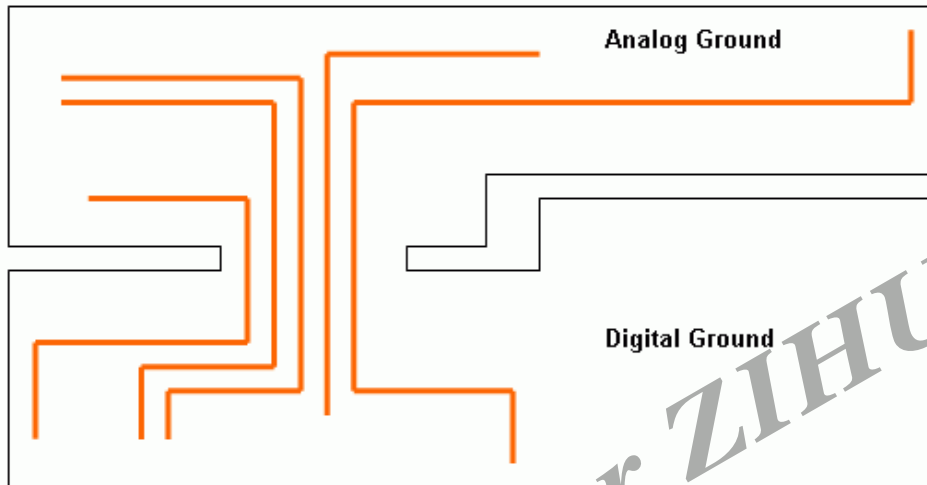

Figure 4-6 跨 ground plane 的处理方式
(4) 若有讯号线必须会经过 2 种以上的 plane，可采取图 4-6 的方式，在两个 plane 间留一个通道，让需要跨 plane 的讯号线走在这上面。